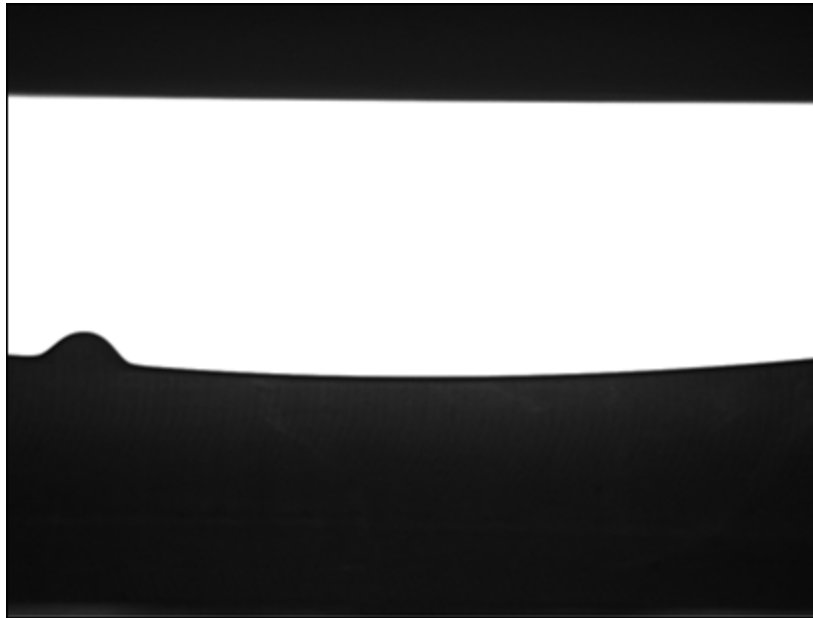

図 2-7: 最適化角度 (モード 1 が明視野を作成)
5. [照明パワー] 設定の値を上げ、画像を飽和状態にします (推奨範囲は、2.00 ~ 4.00)。ウェーハリーダをウェーハに正確に合わせると、白い水平ラインが画像全体に表示され、図 2-7 に示されるような明るい視野の画像が生成されます。